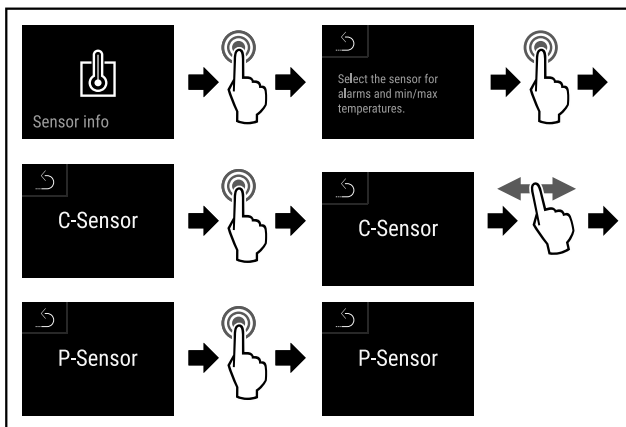

Fig. 167
- ▶ Suivre les étapes (voir Fig. 167).